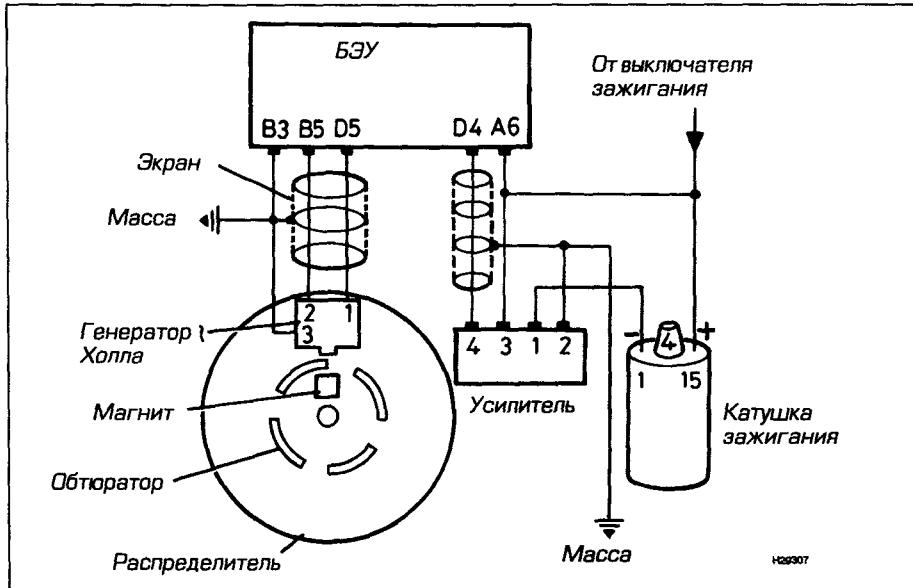

Рис. 8.13. Типичная схема системы зажигания с распределителем
- 1 Обратитесь к соответствующему параграфу главы 4 с учетом замечаний, приведенных в начале этого раздела (см. рис. 8.13). В системах зажигания со всеми типами задающих генераторов усилитель зажигания расположен отдельно от БЭУ.